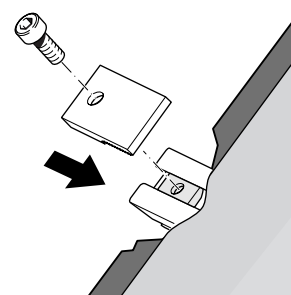

Bild 6b
- Die äußeren Befestigungsklemmen in die Nutensteine schrauben, in den Montageschienen an den Kollektor heranschieben und festziehen, siehe Bild 6b.